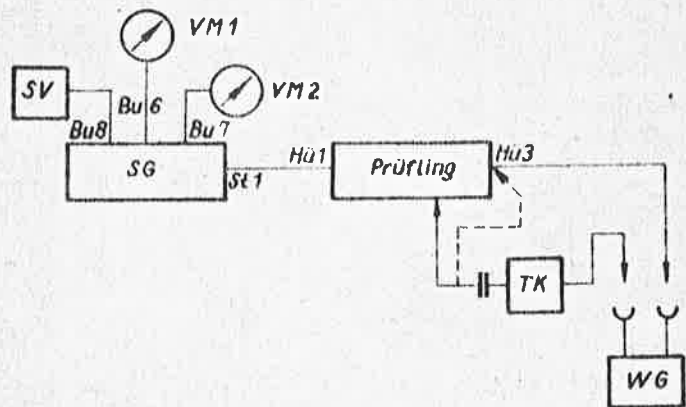

Bild 4
2. Prüfling mit der Anschlußvorrichtung SG und dem Wobbelgenerator WG gemäß Bild 4 verbinden.